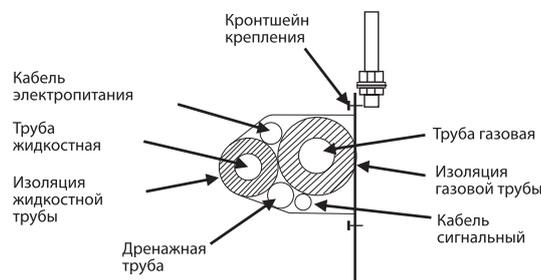

Рисунок 46 - Схема связывания трассы
- Трубопроводы хладагента, силовой и межблочный кабели, а также дренажный трубопровод (при необходимости), должны быть связаны в единый пучок изоляционной лентой в следующем порядке (см. рисунок 46):